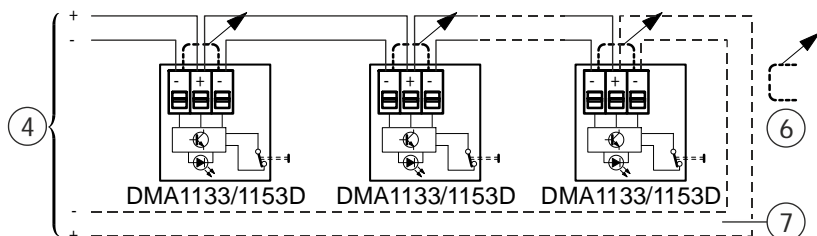

Fig. 5
2. Remove the minus – minus bridge (AnalogPLUS, SynoLOOP, interactive, only necessary for line test) (Fig. 5 [6]).
– See Fig. 5.
2. Brücke Minus – Minus entfernen (AnalogPLUS, SynoLOOP, interaktiv, nur zum Prüfen der Leitung nötig) (Fig. 5 [6]).
– Siehe Fig. 5.
2. Retirer le pont moins – moins (AnalogPLUS, SynoLOOP, interactif, requis seulement pour le contrôle de la ligne) (fig. 5 [6]).